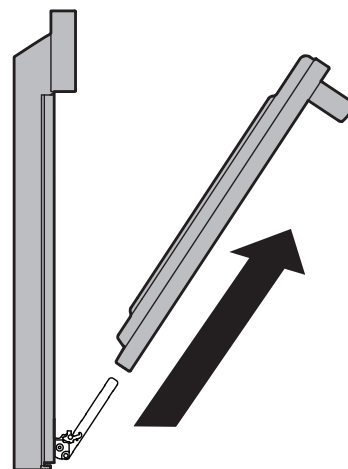

Figure 25: Enlever la porte
4. Tirez le bas de la porte vers vous tout en faisant tourner le haut de la porte vers l'appareil pour dégager complètement les leviers de charnière (Figure 25).
1. Tenez fermement les deux côtés de la porte. N'utilisez pas la poignée de la porte (Figure 25).